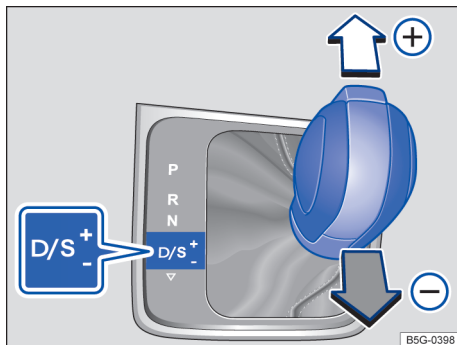

Fig. 105 Alavanca seletora na posição Tiptronic (veículos com direção à esquerda). Veículos com direção à direita são espelhados.
- Mover a alavanca seletora para frente (+) ou para trás (-) para aumentar ou diminuir a marcha → Fig. 105.